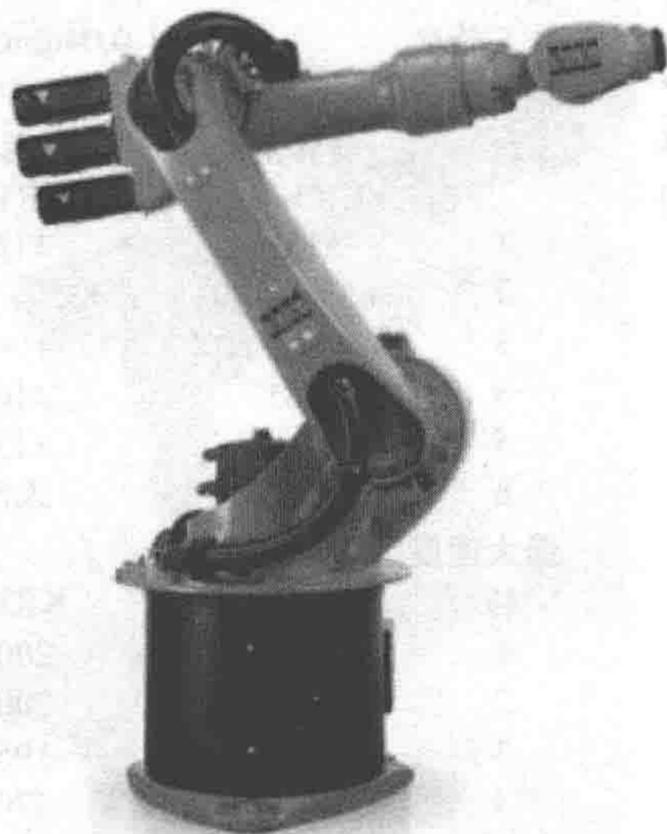

图 1-6
3. KR 16 系列 (领域: 焊接、加工、机械加工、锻造等) (图 1-6)